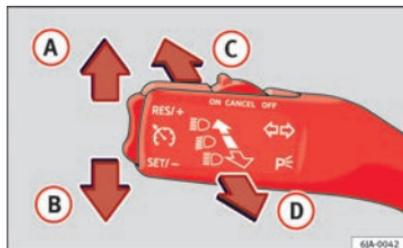

Fig. 57 Palanca de intermitentes y de luces de carretera
- Accione la palanca de intermitentes ⇒ fig. 57 hacia el volante pulsándola hacia abajo y manténgala en esta posición.
- Accione la palanca de intermitentes ⇒ fig. 57 hacia el volante pulsándola hacia arriba y manténgala en esta posición.
- Desplace la palanca ⇒ fig. 57 hacia arriba **A** o hacia abajo **B**.
- Presione la palanca ⇒ fig. 57 hacia adelante en el sentido de la flecha **C**.
- Tire de la palanca ⇒ fig. 57 hacia el volante (punto de presión) en el sentido de la flecha **D**.
- Accione la palanca de intermitentes ⇒ **fig. 57** ⇒ página 101 hacia arriba o hacia abajo – se encienden las luces de posición del lado derecho o izquierdo del vehículo.